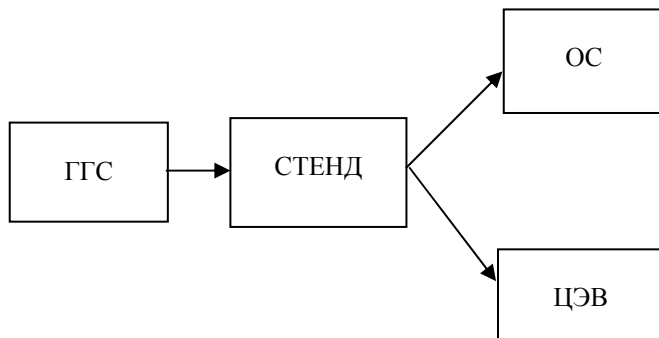

Рис. 5.6. Структурная схема измерений параметров истокового повторителя:
1. Собрать схему измерений в соответствии с рис. 5.6.